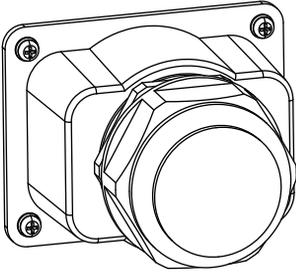
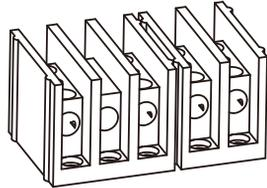

图5.7 交流接线盒
图5.8 交流端子
1) 拆下逆变器交流接线盒上的4颗固定螺丝，如图5.7所示。拆下接线盒后，可以看到逆变器的端子。默认为5个接线位，如图 5.8 所示。